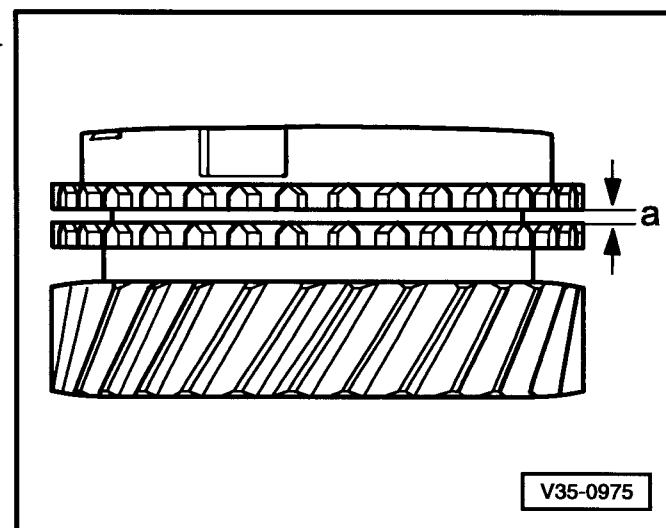

Рис. 9: Удаление роликоподшипника из картера сцепления ►
□ удаление ⇒ рис. 9 в **35-2** страница 6